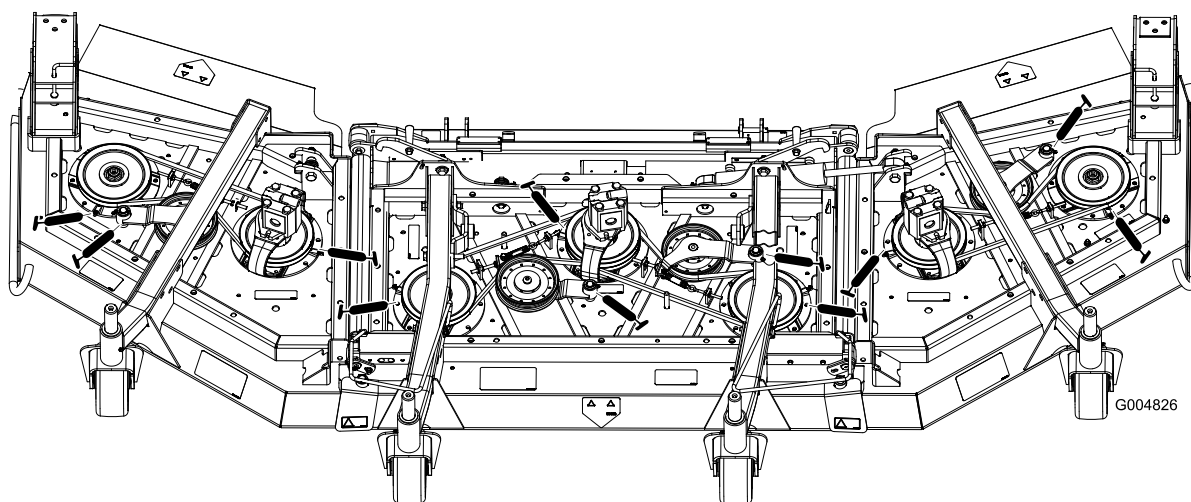

Figure 64
- 3 paliers d'axes de pivot (sous la poulie) (Figure 64)
- 2 bagues de pivot de bras de tension (Figure 64)